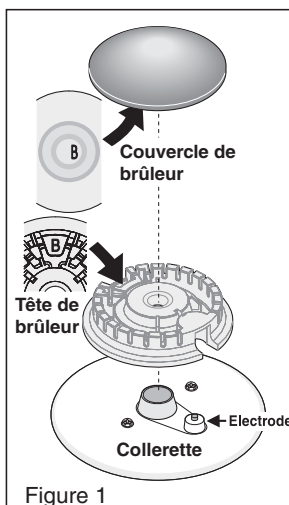
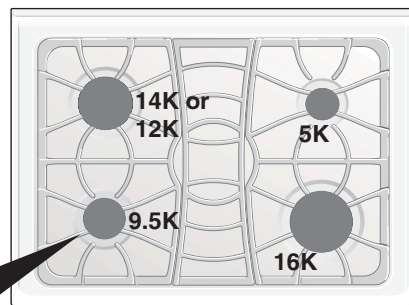
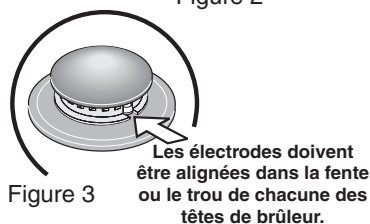

Figure 1
Figure 2
Figure 3
3. Pour remettre les têtes et les couvercles de brûleur, faites correspondre la lettre située sous le centre des couvercles de brûleur avec celle située à l'intérieur des têtes de brûleur (figure 1).
4. Agencez les collerettes de brûleur avec les têtes et les couvercles de brûleur (voir Figure 1). Remettez les têtes et les couvercles de brûleur sur la table de cuisson (Figure 2). Alignez soigneusement les électrodes dans la fente ou le trou de chaque tête de brûleur (Figure 3). Note: Les têtes de brûleur devraient être à plat sur les collerettes de brûleur de la table de cuisson.